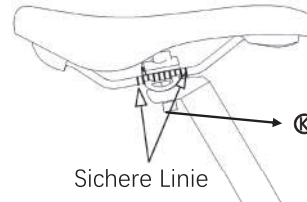

Abb. 53-1
- Das Drehmoment der Schraube ④ darf nicht weniger als 18 N·m betragen.
- Achten Sie darauf, dass die Schelle des Sattelrohrs die Sichere Linie der Sattel-führungsschiene nicht überschreitet, wie in Abb. 53-1 gezeigt.